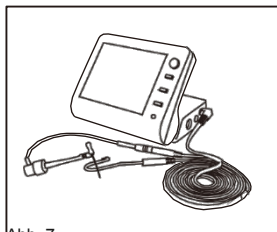

Abb. 7
- 2) Schließen Sie das Messkabel an und schalten Sie das Gerät ein. Es ertönen zwei Töne, sobald das Gerät eingeschaltet wird. (Abb. 7)